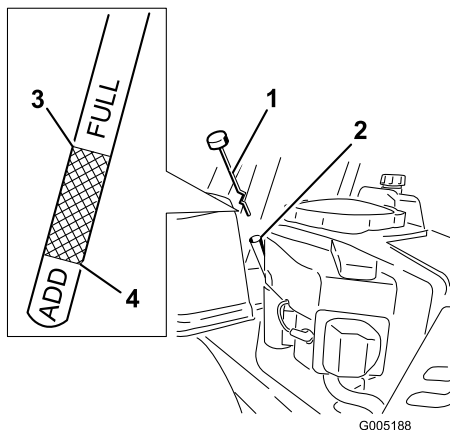

Figure 26
4. Dévissez et retirez la jauge ; essuyez-la sur un chiffon (Figure 26). Réintroduisez la jauge dans le tube jusqu'à ce que le capuchon repose sur le tube. Ne vissez pas le capuchon sur le tube.
5. Sortez de nouveau la jauge et vérifiez le niveau d'huile. (Figure 26).
8. Enlevez le bouchon de remplissage/la jauge (Figure 26).
14. Versez avec précaution environ 80 % de la quantité d'huile spécifiée dans le goulot de remplissage (Figure 26)
15. Remettez le bouchon de remplissage/la jauge en place (Figure 26).
16. Vérifiez le niveau d'huile (Figure 26) (voir Contrôle du niveau d'huile).
18. Remettez le bouchon de remplissage/la jauge et serrez à fond (Figure 26).